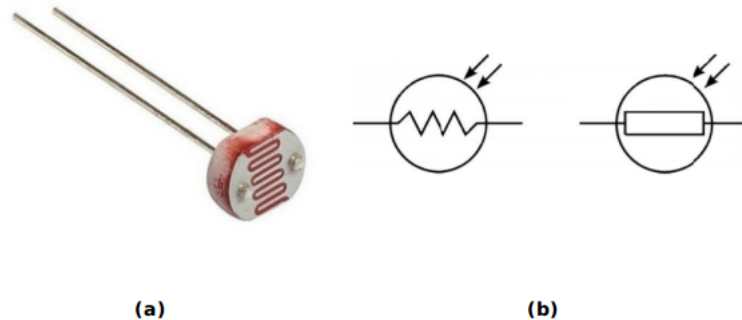

Figura 22: (a)Exemplo do componente físico "LDR". (b) Exemplo da simbologia do componente "LDR".
- Light Depend Resistor (LDR) - Através da variação de intensidade luminosa, ocorre uma alteração na resistência, possibilitando aplicações como variação do brilho da tela em celulares, como apresentado na Figura 22;